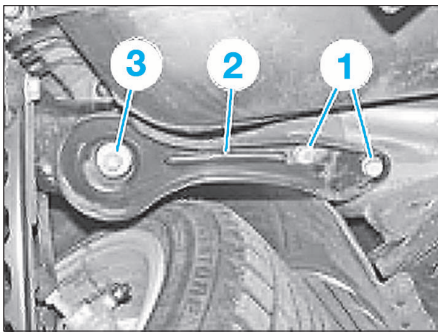

FIG. 27
- Déposer les vis (1), la vis (3) et retirer la patte de renfort (2) (Fig.27).